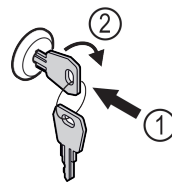

Fig. 181
- ▶ Schlüssel hineindrücken. Fig. 181 (1)
- ▶ Schlüssel um 90° im Uhrzeigersinn drehen. Fig. 181 (2)